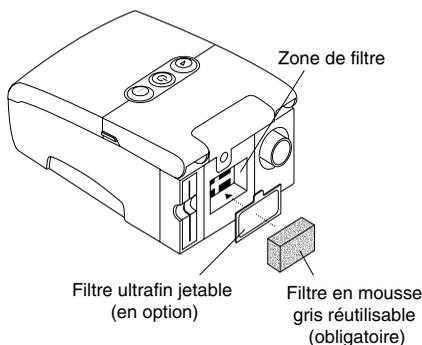

FIGURE 3-1 INSTALLATION DU FILTRE À AIR
2. Insérez le filtre en mousse gris dans la zone de filtre comme l'illustre la Figure 3-1.